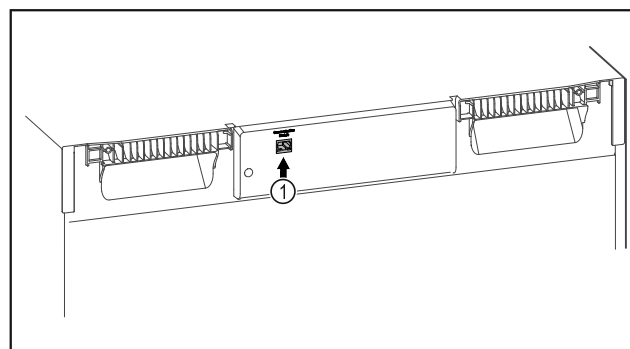

Fig. 140
- SmartModule Fig. 140 (1) is geplaatst.